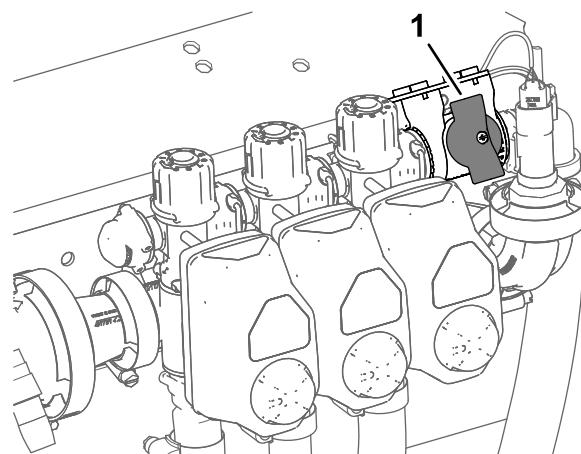

Figure 39
- Tournez la vanne de coupure de dérivation de section à la position fermée (Figure 39).